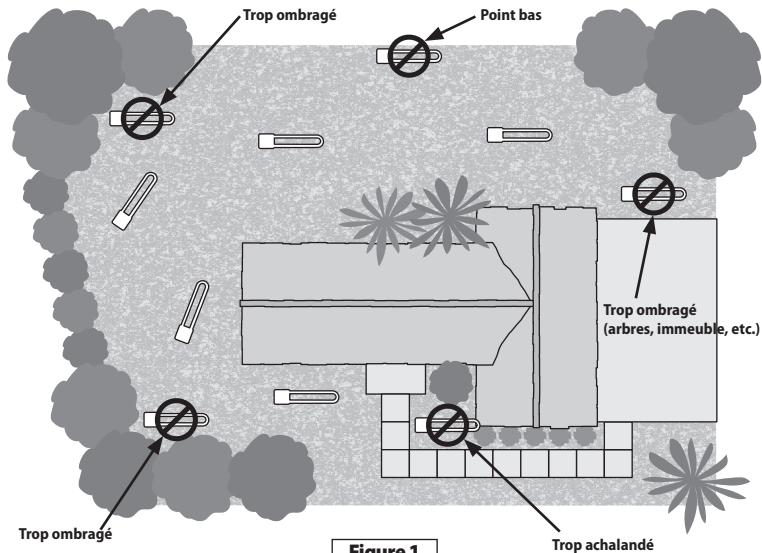

Figure 1
- 4.** Choisissez une zone de gazon plein soleil pour y installer la sonde (Consulter les figures 1 et 2).